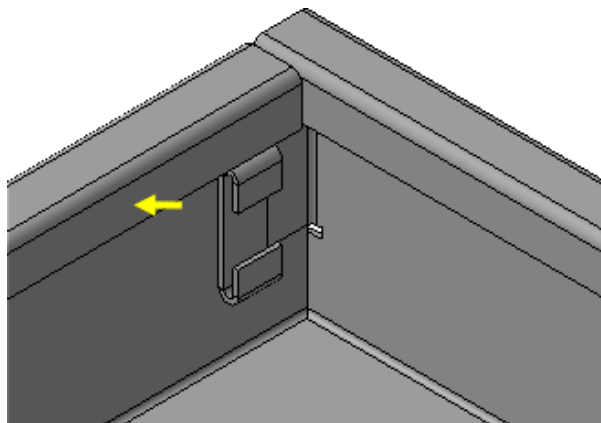

Рисунок 42.
- Создайте новый сгиб, размещенный по всей длине ребра, с продолжением 8 мм, направленный внутрь детали (рис. 42).